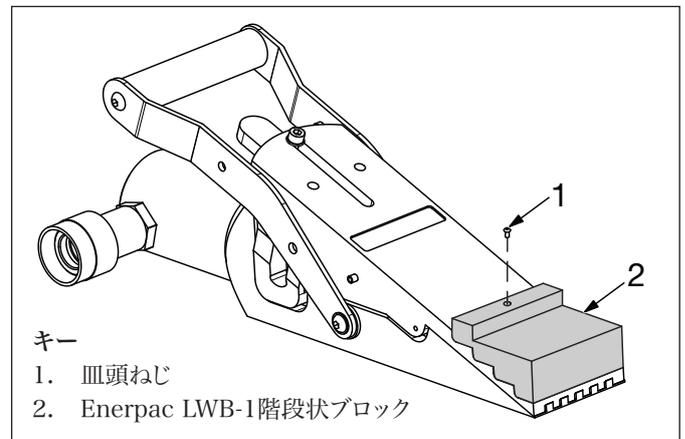

図6: Enerpac LWB-1階段状ブロック
2. 図6に示すように、階段状ブロックをリフティングジョーに取り付け、皿頭ねじで固定します。